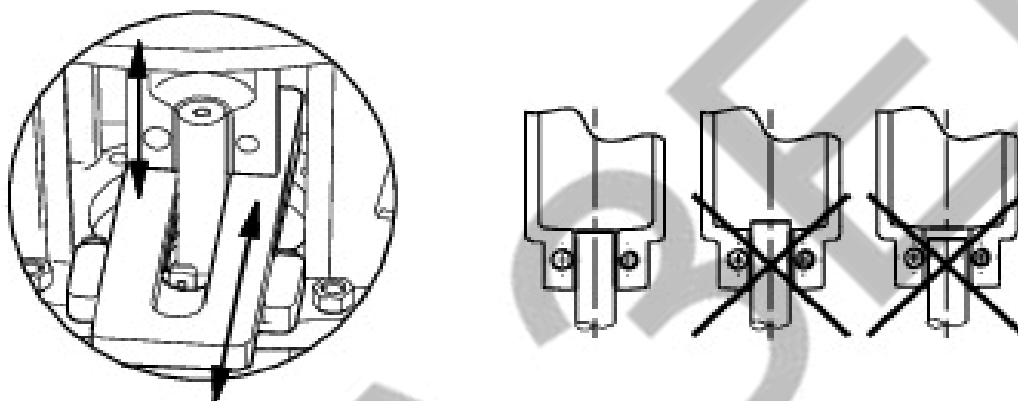

Рис.14
4. Вручную установить муфту поз. 9 на вал так, чтобы верхний торец вала насоса был заподлицо с нижней кромкой внутренней полости муфты, смотрите Рис. 14.
18. Установить муфту поз. 9 на вал. Верхний торец вала насоса должен быть заподлицо с нижней кромкой внутренней полости муфты, смотрите рис. 14.